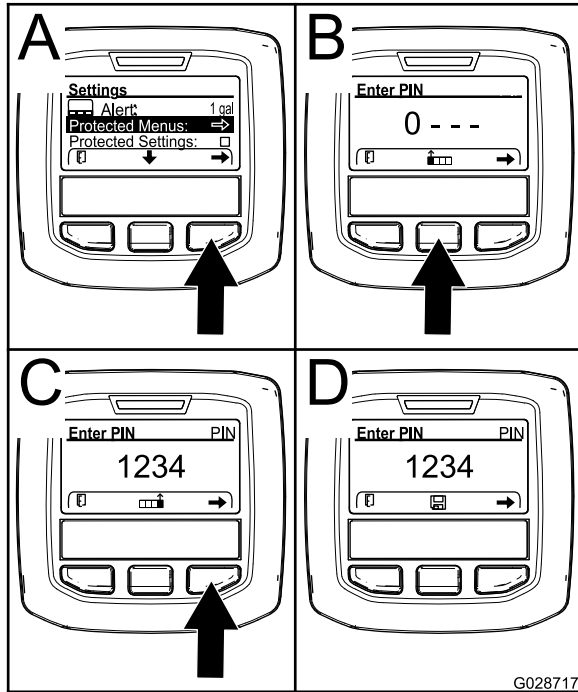

図 62
4. 右ボタンを押して保護メニューProtected Menusを選択する(図 62のA)。
- 数を大きくするには中央ボタン(図 62のB)を押す。
- カーソルを右の桁に移動させるには右ボタン(図 62のC)を押す。
注 中央ボタンの上に「保存」アイコンが表示されます(図 62のD)。